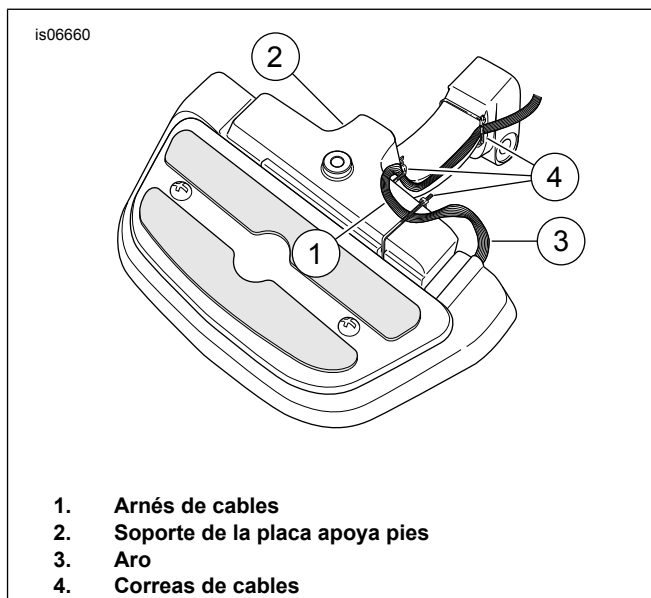

Figura 6. Colocación del arnés de cables - Modelos de 1992 y anteriores y placas apoyapiés accesorias
- a. **Modelos de vehículos de 1992 y anteriores y placas apoyapiés accesorias:** Consulte la Figura 6. Pase el arnés de cableado (1) a lo largo de la parte inferior y del costado de cada soporte de la placa apoyapiés (2) como se muestra. Deje un pequeño aro (3) de holgura en el arnés para evitar tirar de los cables cuando pliegue la placa apoyapiés. Asegure el arnés a los soportes de la placa apoyapiés utilizando las correas de cables (4).